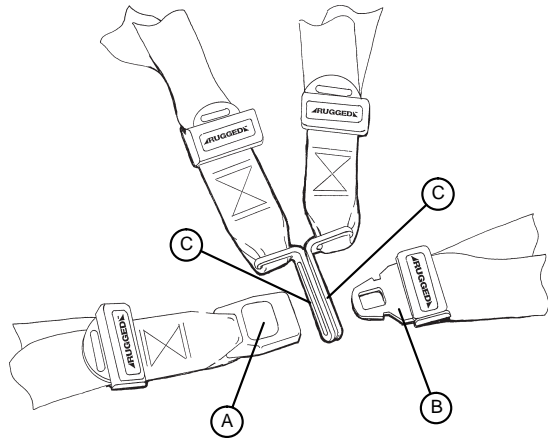

Abbildung 10 – Die Haltegurte festschnallen
Die rote Taste (A) vorn an der Schnallenbuchse drücken, um die Schlosszunge (B) freizugeben (Abbildung 10). Die Schlosszunge aus der Buchse ziehen.
Die Zunge in die Buchse drücken, bis ein Klickgeräusch ertönt. Sicherstellen, dass die Schlosszunge beim Anlegen des Brustkorbgurts durch beide Glieder (C) geführt wird (Abbildung 10).